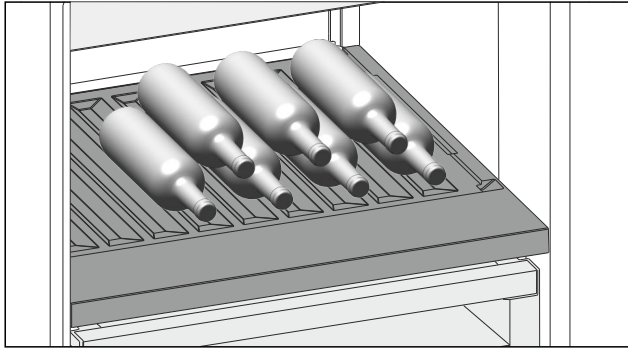

Fig. 117
- ▶ Помістіть пляшки дном у напрямку до задньої стінки. (див. Fig. 117)